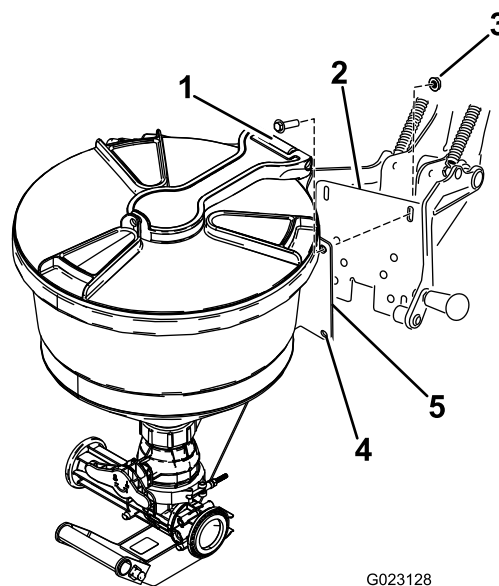

Figure 14
6. Alignez les trous de la plaque de montage du mélangeur sur les trous allongés de la plaque d'appui du berceau (Figure 14).